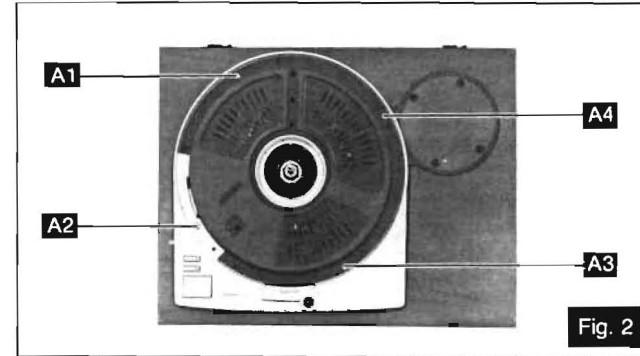

Fig. 2
**(See Fig. 2.)**
(See Fig. 2.)